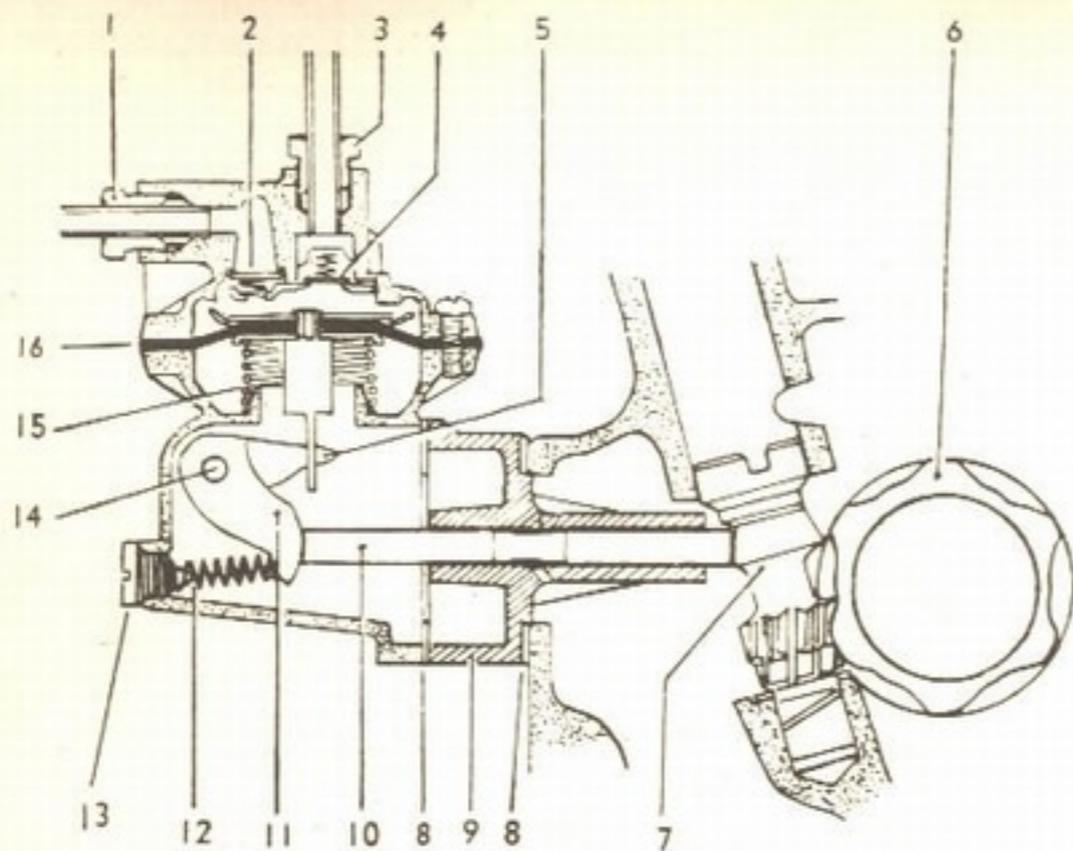

Fig. 2-E — Corte da bomba de gasolina. (Motor "1200" — 36 HP)
**Bomba de gasolina.** — A bomba de gasolina aspira a gasolina do tanque e a envia ao carburador através de duas canalizações. É do tipo de diafragma, de acionamento mecânico e se situa na parte traseira do motor, em local bem acessível e ventilado, a fim de evitar o "engasgo" no tempo de calor, tão comum nos climas quentes. É fixa a carcaça por dois estôjos com porcas e acionada por um excêntrico da árvore de comando, como se vê nas figs. 2, 5 e 6-E. A haste de comando atua sobre o balancim e se abriga dentro de um bloco de fibra, (9, fig. 2-E) que desempenha também o papel de flange intermediário.
**Funcionamento — Motor "1 200", 36 HP, até 1966** — Como se pode deduzir pela observação da fig. 2-E, a árvore de comando, ao girar, imprime a haste de comando da bomba um movimento de vai-e-vem: quando a haste é forçada pelo excêntrico, vai a frente e empurra o
régua de precisão, tendo o flange de fibra e as juntas no lugar. A regulação desse curso se faz justamente pela variação da espessura das juntas indicadas na fig. 2-E pelo n.º 8. Aumentando-se a espessura dessas juntas o curso diminui e diminuindo-se a espessura, o curso aumenta. Essa regulação só tem justificativa quando se substitui as juntas ou em caso de revisão do motor depois de muito uso. As juntas originais, no entanto, duram longos anos sem necessidade de renovação; ao se substituir essas juntas, quando necessário, verifica-se a espessura, que deve ser ligeiramente superior, para que, com o apêrto, torne à espessura desejada.